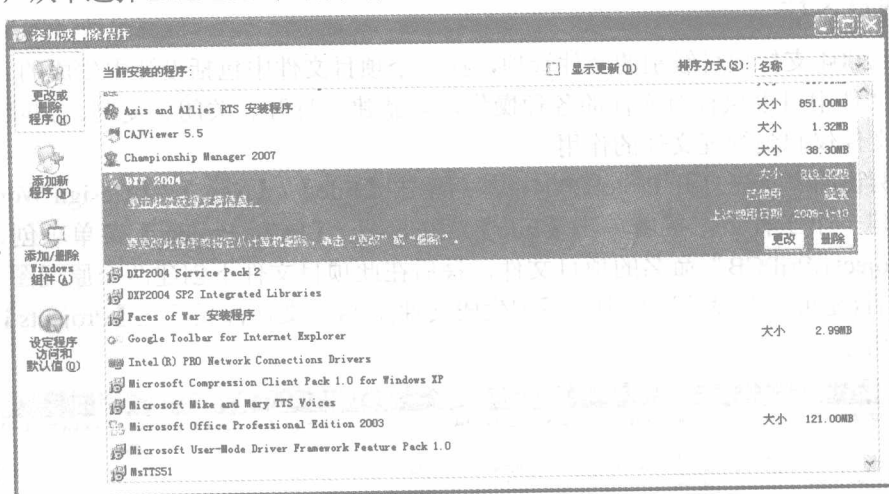

图 1-8 【添加/删除程序】对话框
(1) 单击桌面【开始】/【设置】/【控制面板】/【添加/删除程序】命令,弹出如图 1-8 所示窗口,从中选择 DXP 2004 应用软件。